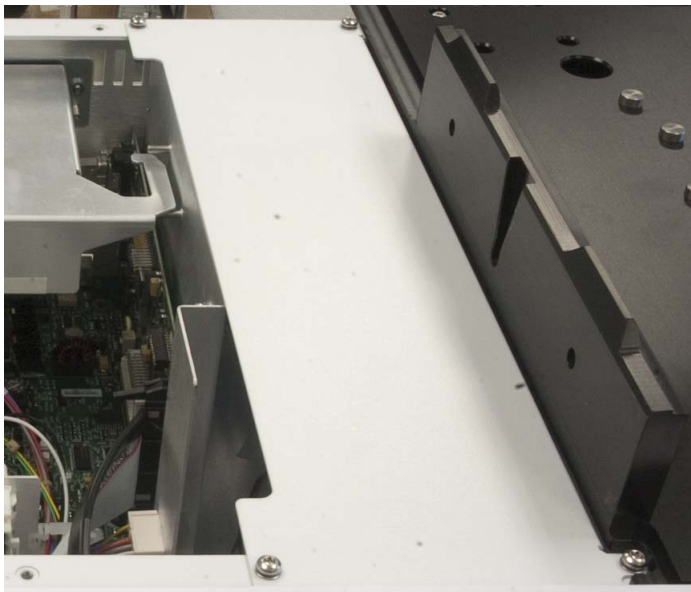

图 28 卸下右上方主机盖板
- 5 卸下用于将右上方盖板固定到主机上的四个 T-20 Torx 螺丝，并取下盖板（图 28）。